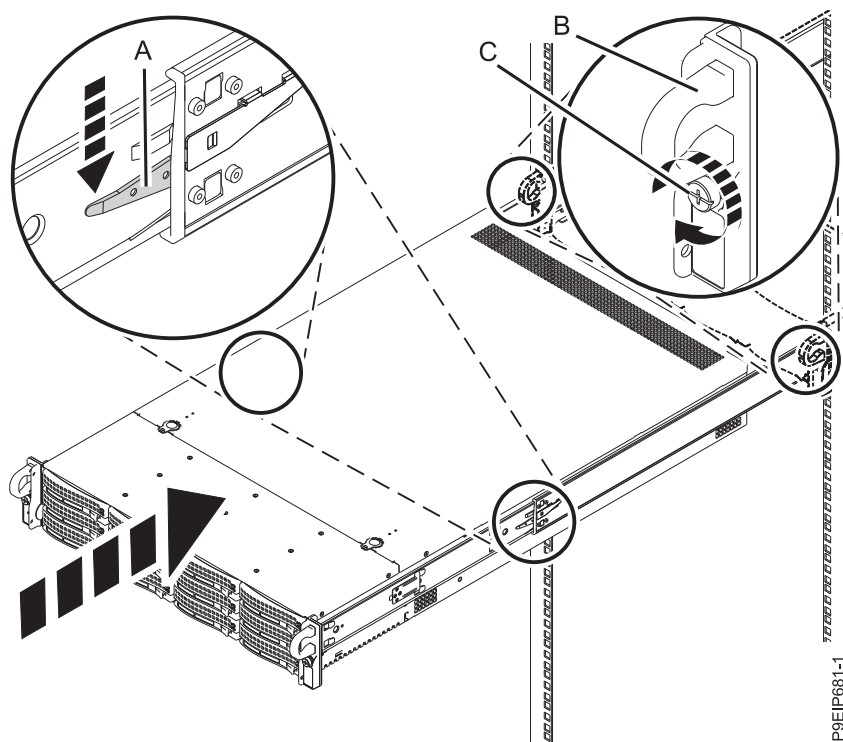

Figura 70. Colocación del sistema en la posición operativa
1. Libere los pestillos de seguridad del riel (A), tal como se indica en Figura 70 en la página 113, después, empuje el sistema para que quede totalmente dentro del bastidor. Asegúrese de que los cables y el brazo portacables se muevan con libertad y que no queden atrapados.